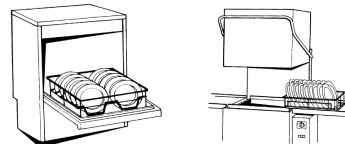

Fig.37
- 4- Ingrese la cesta de vajilla como se muestra. Para los modelos bajo encimera cargue la cara frontal del rack. Para los modelos con Capota cargar el rack delante o al lado (si es necesario a su vez el soporte de la cesta). (Fig. 37)